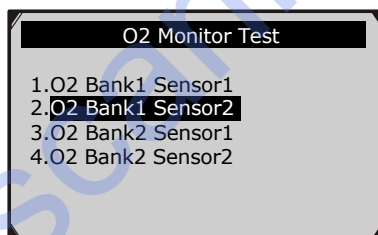

Рисунок 6.23
- 3) Используйте кнопки прокрутки **ВВЕРХ/ВНИЗ** для выбора пункта **O2 sensor** (Датчик кислорода) из меню **O2 Monitor Test** и нажмите **ОК**. (Рисунок 6.23)